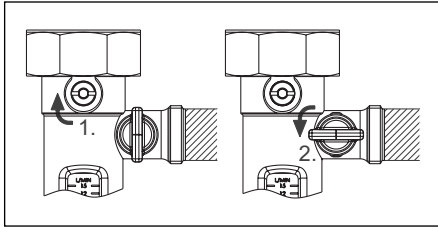

Abb. 6.16 Sperrventil und Entleerungskugelhahn
- Schließen Sie den oberen Kugelhahn an der Durchflussmess- und Einstellvorrichtung, indem Sie die Stellschraube in die waagerechte Position drehen. Öffnen Sie den seitlichen Kugelhahn am selben Bauteil mit einer 90°-Drehung nach links (Abb. 6.16).